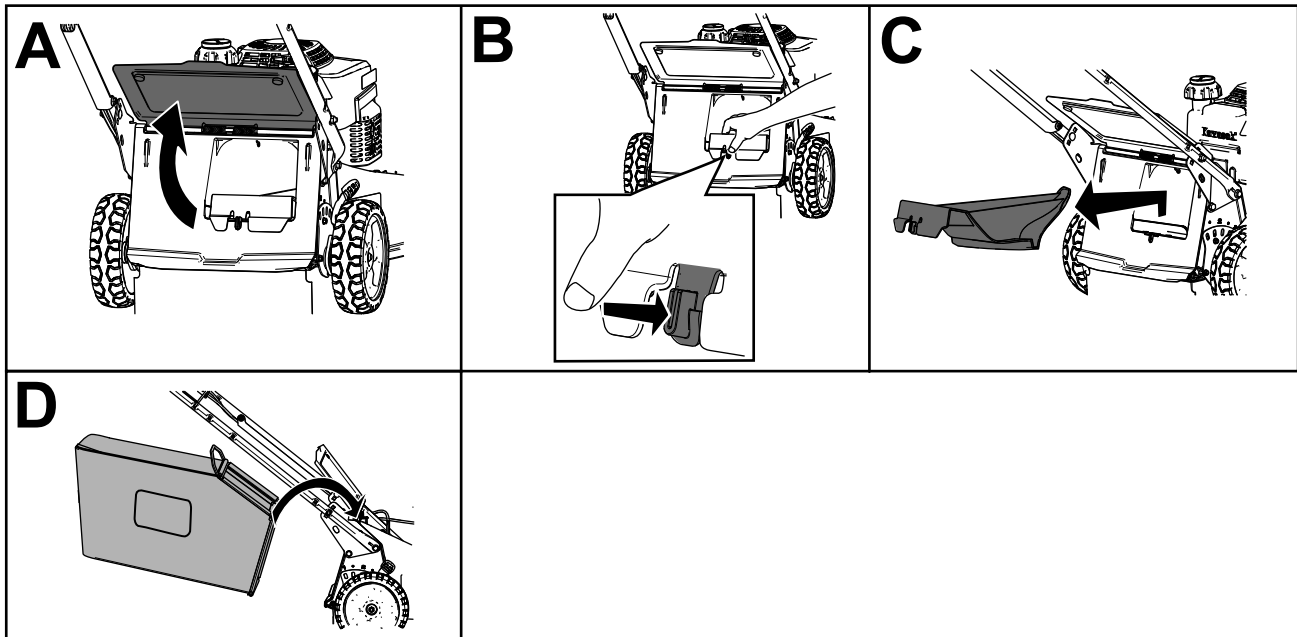

Figura 20
2. Ridicai i meninei ridicat deflectorul spate (A din Figura 20).
3. Îndepărtați capacul evacuării posterioare prin împingerea înăuntru cu degetul a clichetului i îndepărtarea capacului de pe mână (B i C din Figura 20).
4. Instalai capetele tijei sacului în canelurile de la baza mânerului i deplasai sacul înainte i înapoi, pentru a vă asigura că ai fixat capetele tijei sacului pe părțile inferioare ale celor două caneluri (D din Figura 20).